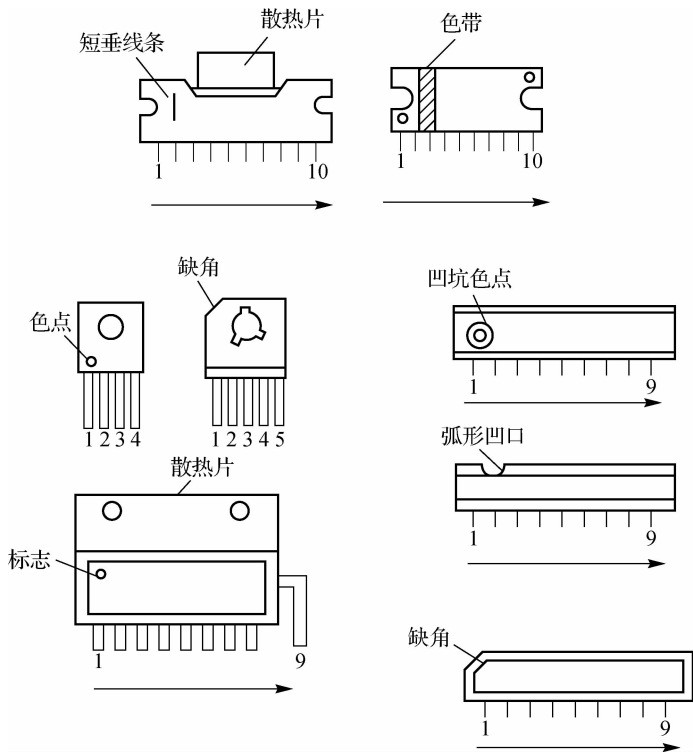

图 3-10 单列直插式集成电路引脚排列
(3)单列直插式集成电路引脚排列如图 3-10 所示,由定位标记所对应的引脚开始,自定位标记一侧的第一根引脚数起,依次为①脚、②脚、③脚……此类集成电路上常用的定位标记为色点、凹坑、短垂线条、色带、缺角等。